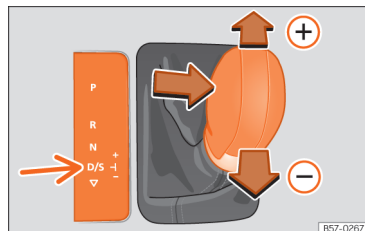

Fig. 99 Alavanca seletora na posição Tiptronic
- Empurre a alavanca para a frente (+) ou para trás (-) para engrenar uma mudança mais alta ou mais baixa >>> **Fig. 99**.